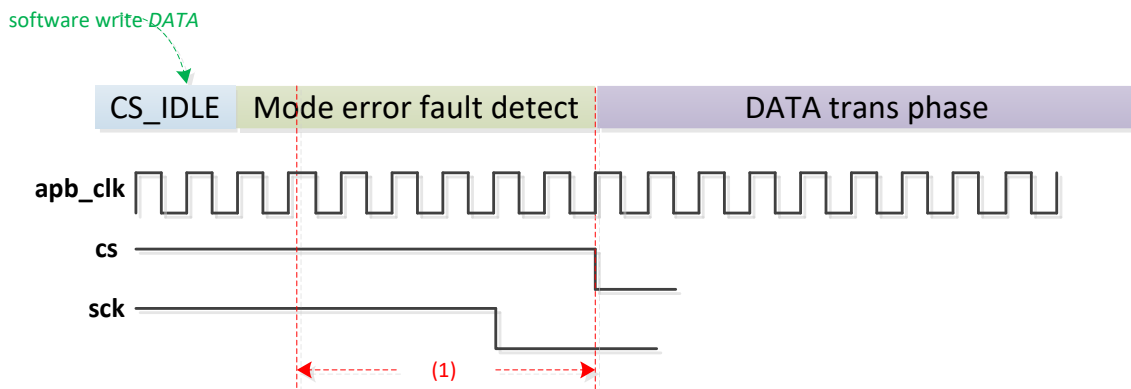

图 18-9 模式故障检测限制
在某些特殊情况下，主机 1 的主机模式故障检测功能可能无法检测到模式故障。如果在图 18-9 中的 (1) 周期内，主机 2 驱动 CS 为低电平，则主机 1 的控制器不会设置 MODEF。只有主机 2 在 (1) 周期之前驱动 CS 为低电平，主机 1 才可以正常设置 MODEF。